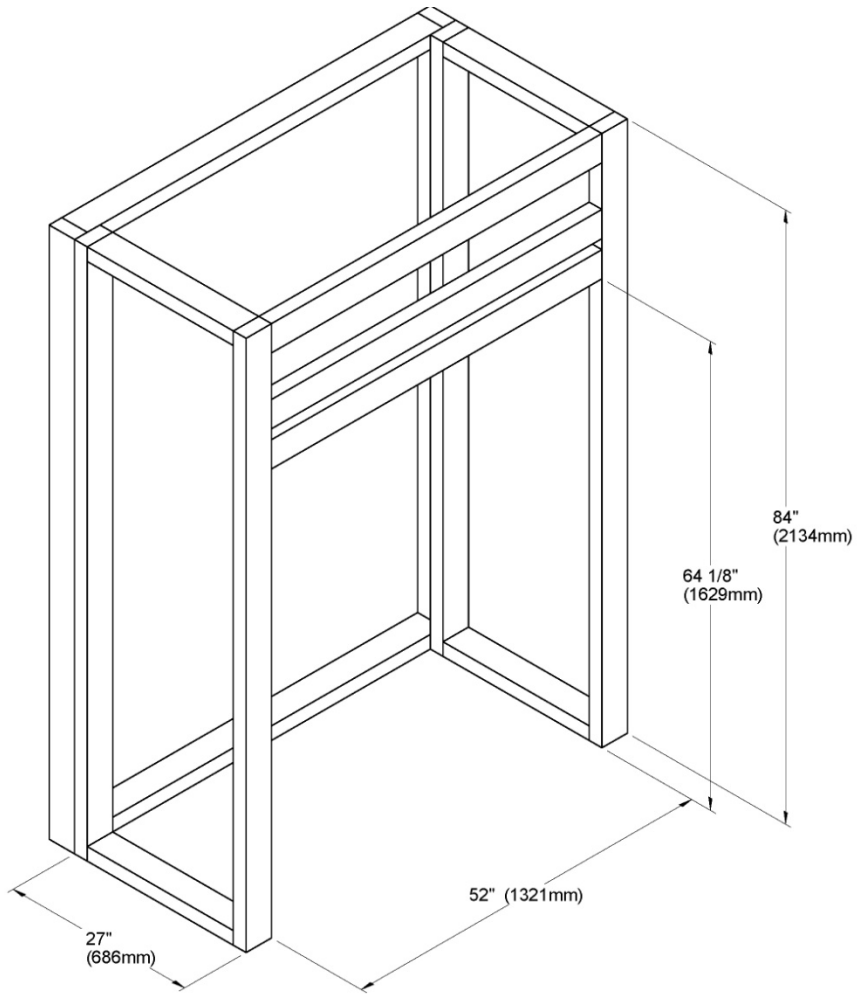

Figure 15
B. Construisez le châssis du foyer à l'aide de montants verticaux placés sur les côtés du foyer, allant du plancher au plafond (**voir Figure 15**). Reculez un peu les montants par rapport au rebord frontal du foyer d'un espace équivalent à l'épaisseur du matériau de finition, pour que celui-ci soit à ras de la finition du foyer (en tenant compte des limites de la **Figure 15**). Posez les entretoises entre les montants verticaux seulement de la façon suivante :